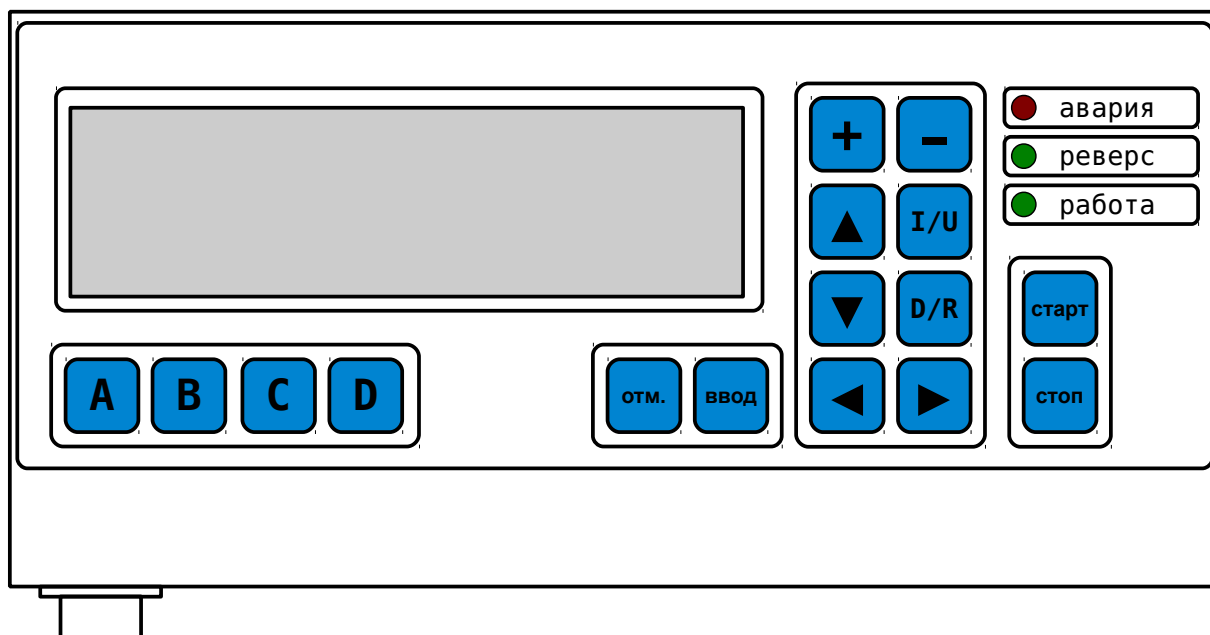

Рис. 3 Внешний вид выносного пульта управления.
1.3.1.3 Пульт управления состоит из металлического корпуса с расположенной внутри печатной платой. На нижней стороне пульта установлен соединитель для подключения к силовому блоку. На передней панели пульта расположены органы управления и индикации. Вид пульта приведен на рис. 3.
2.2.3 Источник подключается к сети переменного тока и нагрузке в соответствии с рис. 3.